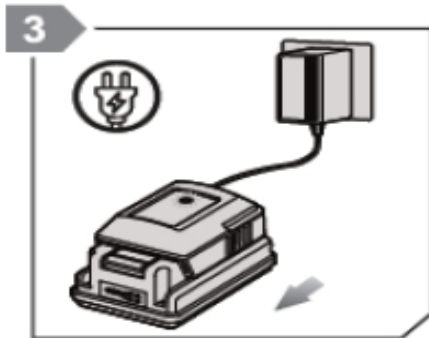

Abb. 18: Laden des Akkus
Schritt 4: Nehmen Sie den Akku heraus und laden Sie ihn auf (Abb.18)